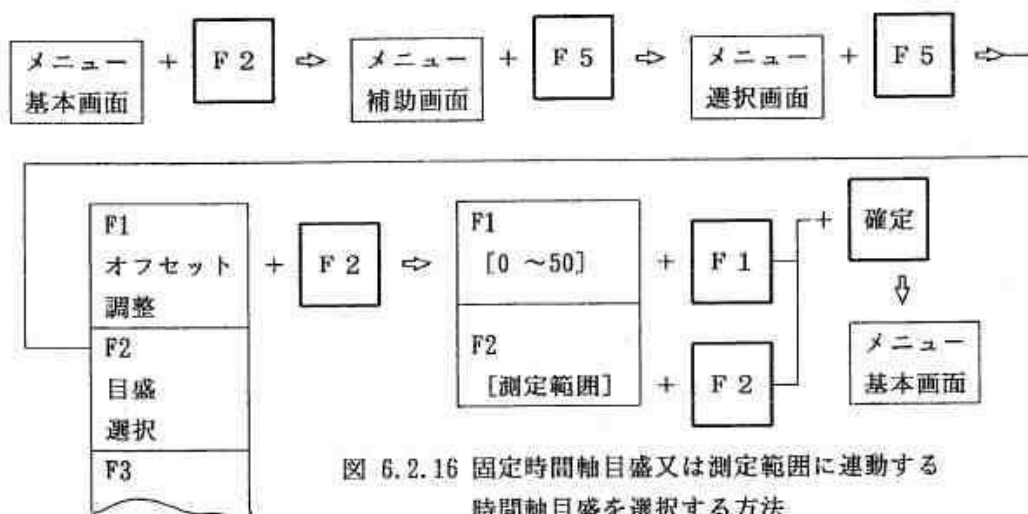

図 6.2.16 固定時間軸目盛又は測定範囲に連動する時間軸目盛を選択する方法
【時間軸目盛の選択の手順】 (図 6.2.16 参照)
- ① 選択キー [F 2] を1回押すとメニューエリアにメニュー補助画面が表示されます。
② 選択キー [F 5] を1回押すとメニューエリアに選択メニューが表示されます。
③ 更に、選択キー [F 5] を1回押すとメニューエリアには図 6.2.16 に示す選択メニューが表示されます。
- ④ 選択キー [F 2] を1回押すとメニューエリアには目盛選択メニューが表示されます。
⑤ 選択キー [F 1] を1回押すと、固定時間軸目盛が、選択キー [F 2] を1回押すと測定範囲連動の時間軸目盛が選択されます。
⑥ 選択後に確定キーを1回押すと、選択した目盛が設定されて図 6.2.16 に示したように、メニューエリアはメニュー基本画面に戻ります。